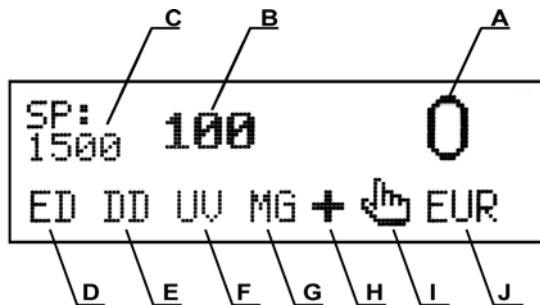

Рис.3
На дисплее оператора (См. рис.3) отображается следующая информация:
2 "CUR" Клавиша выбора валюты: RUR, USD, EURO, " валюта не выбрана". При каждом нажатии на клавишу "CUR" происходит смена валюты. Текущий тип валюты отображается на дисплее оператора (см. рис. 3-Ж), при этом пустое окошко без обозначения валюты означает, что валюта не выбрана.
3 "CF" Клавиша переключения режимов детекций. При нажатии на клавишу "CF" происходит включение следующей детекции. Детекции расположены в следующем порядке "ED,DD,UV,MG,IR" (см. рис.3-D, 3-E, 3-F, 3-G соответственно). Если для данной модели счетчика уже выставлены все детекции, то при нажатии на клавишу "CF" все детекции отключаются.
5 "CLR" Клавиша обнуления значения фасовки. При нажатии на данную клавишу происходит обнуление значения фасовки (см. рис. 3-В) и выход из пакетного режима.
При нажатии на данную клавишу включается режим суммирования (при этом горит значок (см. рис. 3-Н). Повторное нажатие этой клавиши отключает режим суммирования.
7 "MUL" Клавиша выбора автоматического или ручного режима старта пересчета. При ручном режиме (горит значок см. рис. 3-И), для начала подсчета очередной пачки банкнот необходимо нажимать клавишу "START/STOP". При автоматическом режиме счет начинается автоматически, после того как Вы положили банкноты в подающий карман.
8 Цифровые клавиши используются для ввода числовых значений фасовки (см. рис. 3-В) при пакетном режиме счета (отсчет определенного количества банкнот). Нажатием на любую клавишу (0-9) автоматически происходит вход в пакетный режим.
10 "SP" Клавиша переключения скоростей счета 800/1000/1200/1500 банкнот в минуту. Каждое нажатие клавиши "SP" приводит к изменению скорости пересчета. Текущее значение скорости отображается на дисплее оператора (см. рис. 3-С).
Данная детекция предназначена для проверки оптической плотности банкнот и контроля непрохождения сдвоенных банкнот. Следует учитывать, что в одной пачке могут оказаться как новые, так и изношенные, замасленные, старые банкноты, которые отличаются по плотности от новых. При установке высокого уровня чувствительности счетчик может срабатывать на эти банкноты и выдавать ошибку. По умолчанию детекция по оптической плотности включена для всех моделей счетчиков. Для включения (выключения) необходимо добиться с помощью клавиши "CF" присутствия (отсутствия) надписи "ED" (см. рис. 3-D) на дисплее оператора.
происходит остановка счета и банкнота находится сверху в приемном кармане¹. Например, если в пачку банкнот достоинством 1000 рублей попала банкнота достоинством в 10 рублей, счетчик остановит пересчет и покажет ошибку, потому что ширина 1000 рублевой и 10 рублевой банкноты отличается на 4мм¹. По умолчанию детекция включена для всех моделей счетчиков. Для включения (выключения) необходимо добиться с помощью клавиши "CF" присутствия (отсутствия) надписи "DD" (см. рис. 3-E) на дисплее оператора.
Счетчик автоматически проверяет уровень ультрафиолетового отражения банкнот. Если этот уровень неправильный, счетчик останавливает пересчет и высвечивается ошибка. При этом подозрительная банкнота находится сверху в приемном кармане. При обнаружении такой банкноты необходимо исследовать эту банкноту на подлинность. Помните, что и подлинные банкноты, случайно попавшие под воздействие агрессивных сред, могут иметь неправильный уровень ультрафиолетового отражения. Для включения (выключения) необходимо добиться с помощью клавиши "CF" присутствия (отсутствия) надписи "UV" (см. рис. 3-F) на дисплее оператора.
Предназначен для проверки Российских рублей (за исключением банкнот достоинством 5 и 10 рублей), EURO, USD. Счетчик автоматически проверяет наличие магнитных меток на банкноте. Если магнитные метки отсутствуют, счетчик останавливает пересчет и высвечивается ошибка. При этом подозрительная банкнота находится сверху в приемном кармане. При обнаружении такой банкноты необходимо исследовать эту банкноту на подлинность. Для включения (выключения) магнитного детектора необходимо добиться с помощью клавиши "CF" присутствия (отсутствия) надписи "MG" (см. рис. 3-G) на дисплее оператора. Далее с помощью клавиши "CUR" нужно установить соответствующий тип валюты (RUR, EURO, USD). Перед началом пересчета необходимо выровнять пачку банкнот по середине с помощью направляющих банкнот (см. рис.1-4).
- На дисплее (См. Рис. 3-А) будет отображен результат счета
•Выведите на дисплей (рис.3-В) число, соответствующее необходимому количеству банкнот, которые нужно отсчитать. Для этого нажмите необходимые цифровые клавиши 8, в зависимости от числа банкнот